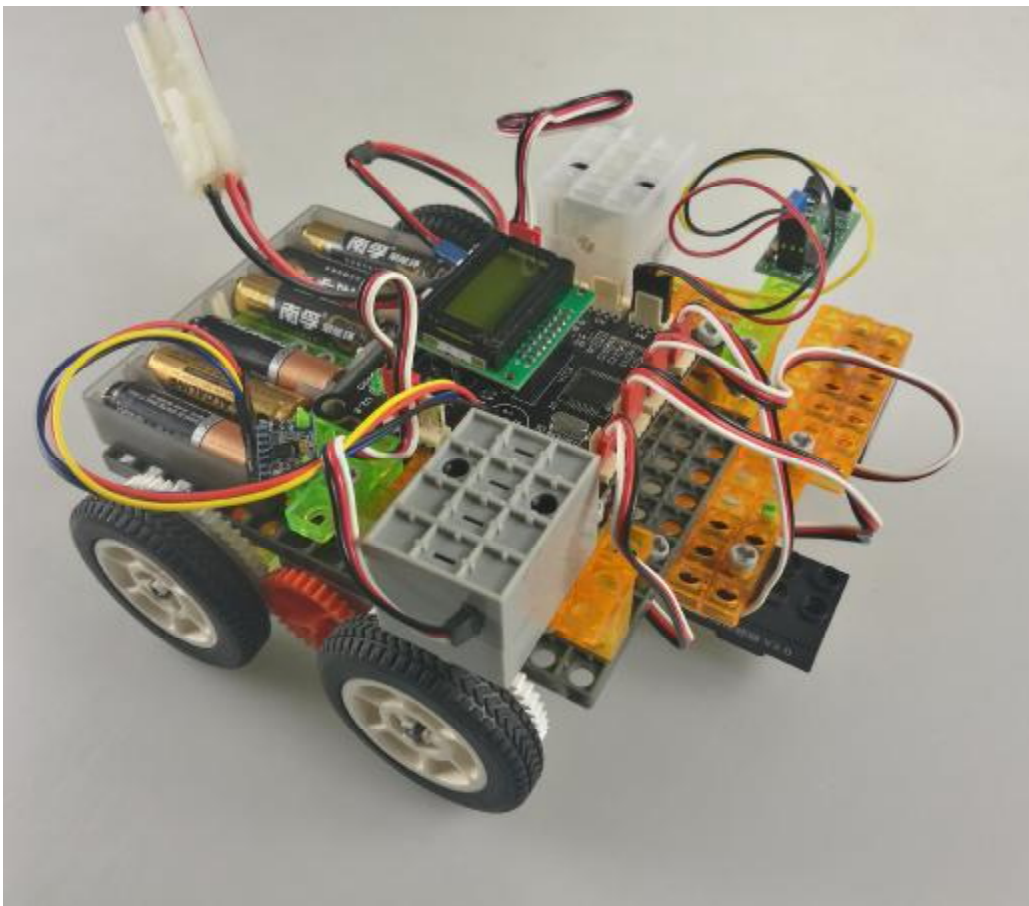
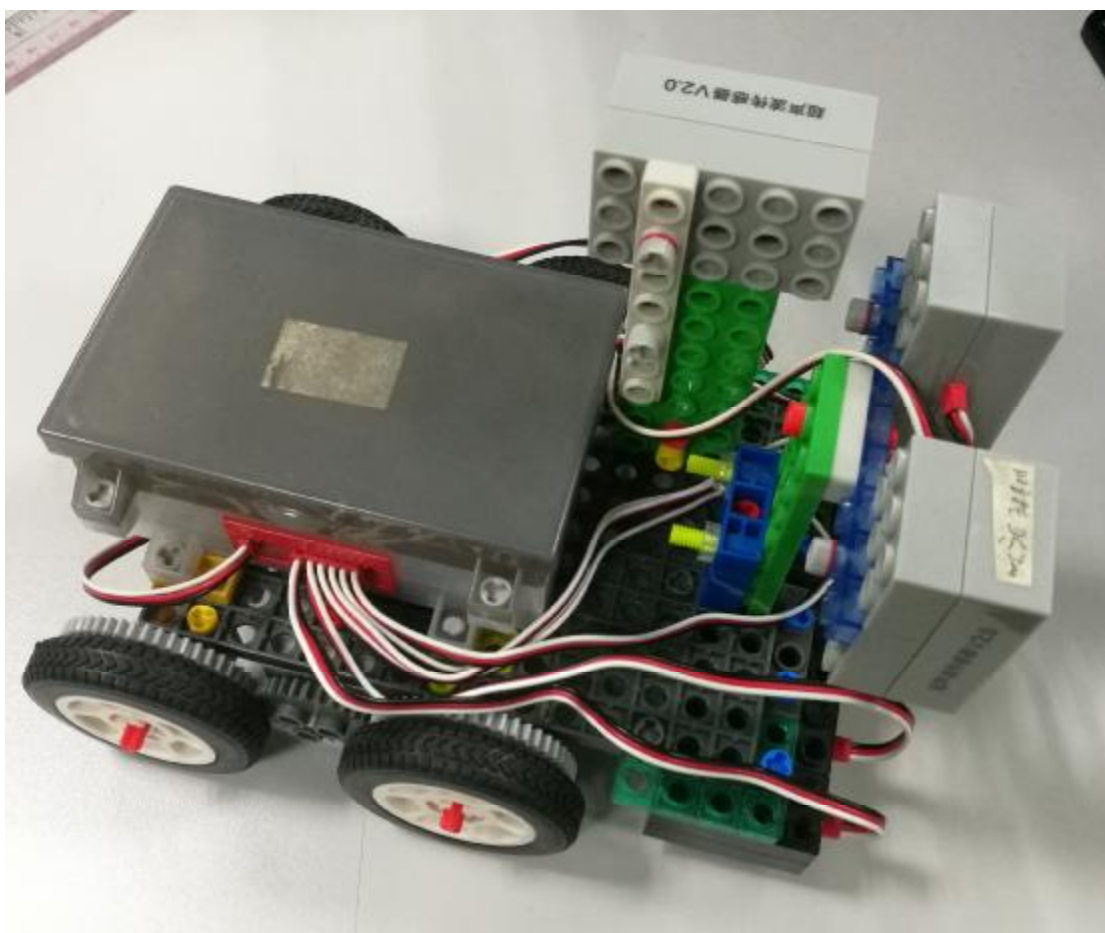

图 3 东莞博思品牌组--开源版套件
图 4 东莞博思品牌组套件（所有版本，电池 $\leq 11.0V$ ）
2. 品牌组，东莞博思公司套件，（电池 $\leq 11.0V$ ）如图 3 图 4 所示。